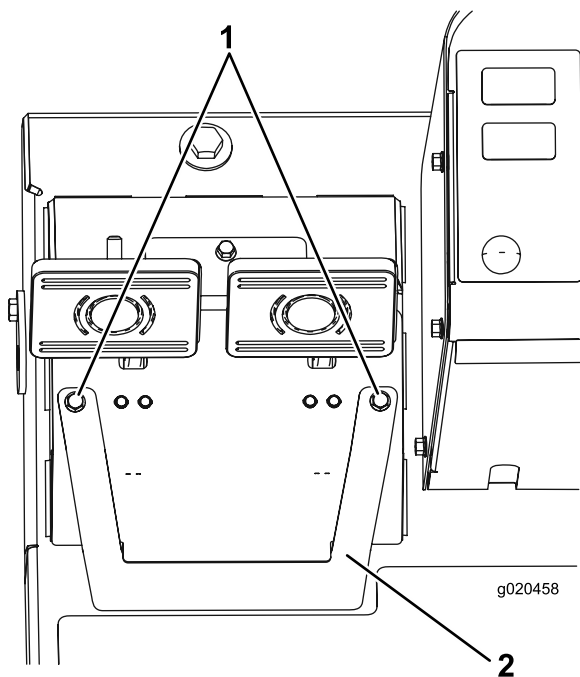

Figura 94
- A. Afloje los 2 tornillos de montaje y retire la tapa de ajuste de los frenos (Figura 94).